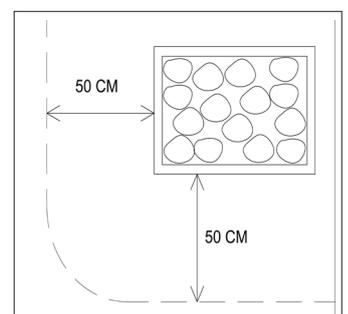

Abb. 8
- Mindestabstand zum Saunaofen beachten (Abb. 8).